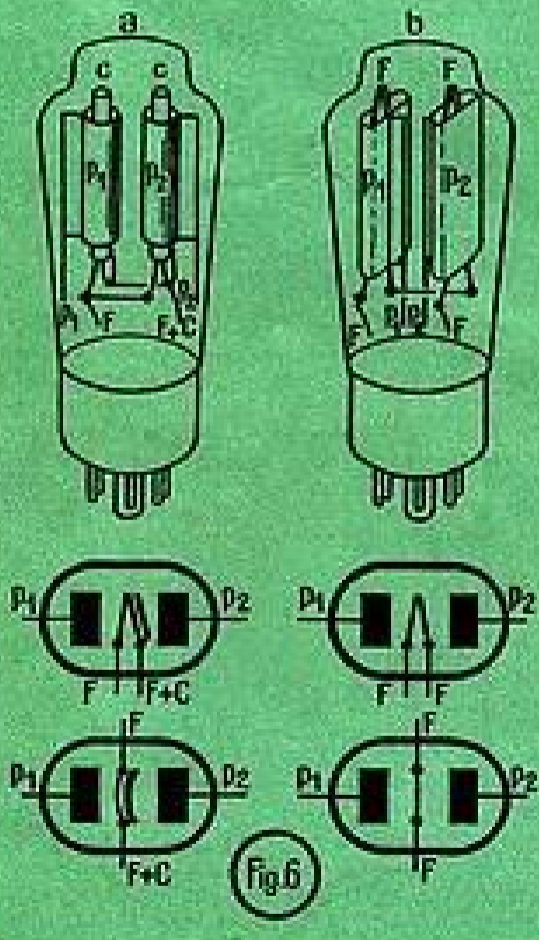

Fig. 6
Nous la reconnaitrons par son numéro ou désignation, dont nous verrons plus loin quelques-uns parmi les plus courants, et aussi par l'aspect caractéristique de ses électrodes intérieures, visibles à travers le verre de l'ampoule (fig. 6 a et 6 b).
La figure 6 a représente une valve biplaque à chauffage indirect, la 5Y3GB et nous y distinguons nettement les deux plaques ( $P_1$  et  $P_2$ ), les deux cathodes (C) et les deux filaments ou, plus exactement, un seul filament comportant deux sections en parallèle. On voit aussi que les deux cathodes sont réunies ensemble, d'une part, et à l'une des extrémités du filament, d'autre part (noté F + C, c'est-à-dire filament plus cathode). Les deux petits croquis au-dessous du dessin de la valve montrent la façon dont les valves à chauffage indirect sont représentées, le plus souvent, sur les schémas.
Remarquons encore que si nous avons affaire à une valve telle que celle de la figure 6 a (filament en deux sections en parallèle), il peut arriver que l'une des sections se coupe. La valve devient inutilisable pour le redressement dans un récepteur normal, mais nous la conserverons, car elle pourra un jour nous être utile comme valve monoplaque.
Passons maintenant aux valves à chauffage direct, dont la figure 6 b montre la disposition intérieure des électrodes : deux plaques ( $P_1$  et  $P_2$ ) et un filament (F) dont les deux sections sont montées en série.
Sous le dessin de la valve de la figure 6 b nous voyons deux croquis montrant la façon dont les valves à chauffage direct sont représentées sur les schémas.